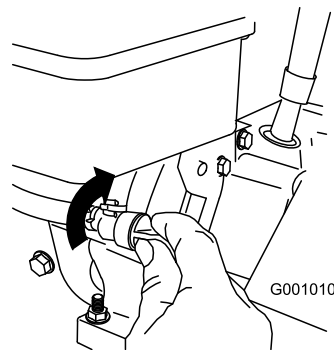

Bild 27
3. Schließen Sie den Kraftstoffhahn durch Drehen nach rechts (Bild 27).